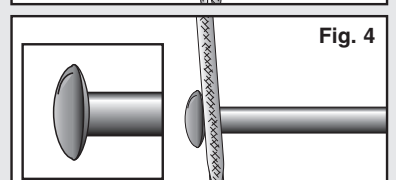

Fig. 5
1. Mark axle 1/8" from axle head. Place a second mark 1/8" from first mark (**Fig. 5**).
1. Marquer l'essieu 3 mm de la tête de l'essieu. Placez une deuxième marque 3 mm de la marque de la première (Fig. 5).